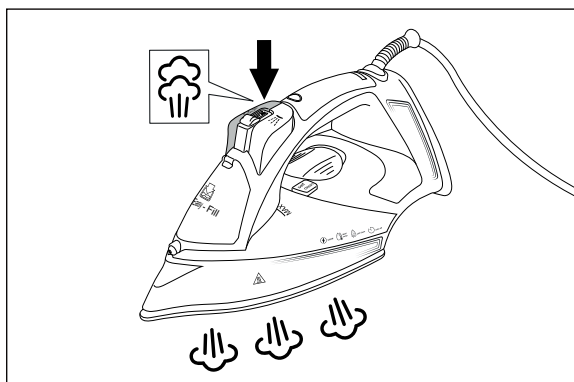

Fig. 6
- 3) Pressione o botão do jato de vapor  **4** várias vezes, a intervalos de aprox. 5 segundos (ver fig. 6).
- 5) Oriente o bocal de água 1 em direção a uma toalha e pressione o botão da função Borrifador 5 5 aprox. 20 vezes (ver fig. 6).